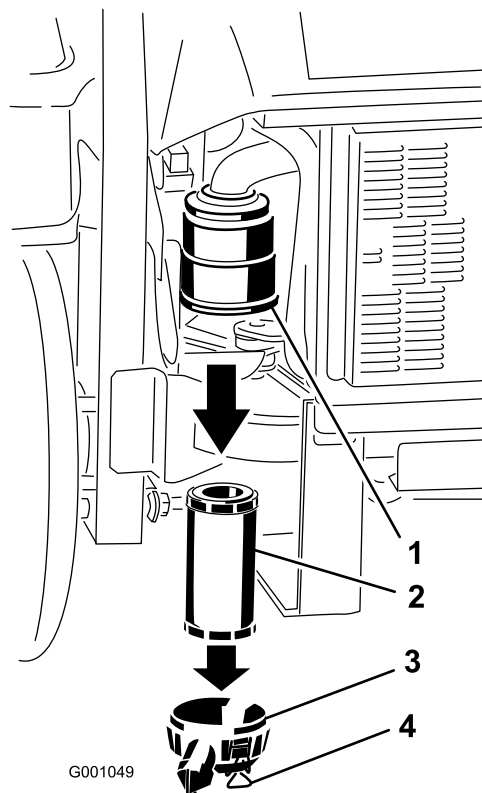

Figura 45
3. Rilasciate i dispositivi di fermo del filtro dell'aria e togliete il coperchio dal corpo del filtro (Figura 45).
5. Estraete con cautela il filtro dal corpo del filtro dell'aria (Figura 45).